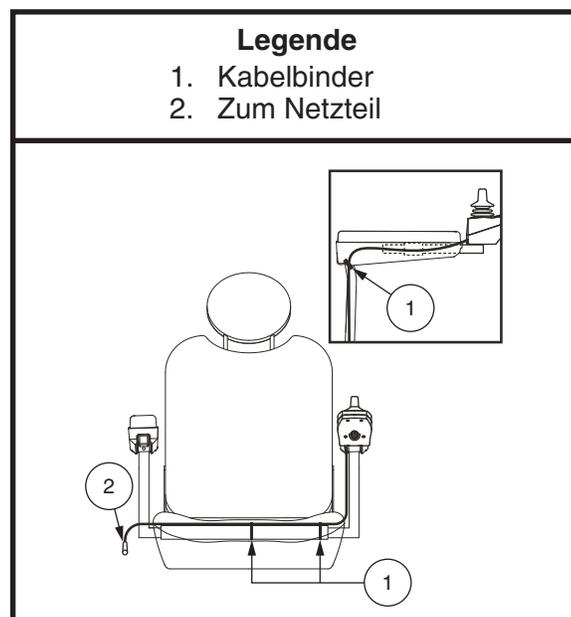

Bild 8. Verlegung des Steuerkabelbaums bei einem Kontursitz
4. Bauen Sie die Steuerung ein und verlegen Sie den Kabelbaum zur Rückseite des Netzteils. **Siehe Bild 8.**
6. Sichern Sie den Kabelbaum der Steuerung mit Kabelbindern an dem Griffstück der Armlehne. **Siehe Bild 8.**